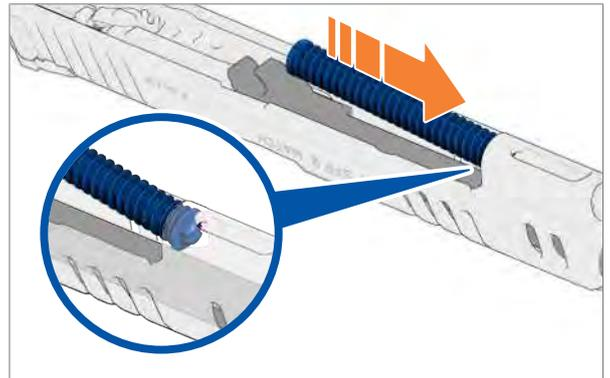

Abb. 64: Schließfeder einsetzen
3. Schließfeder in den Verschluss einsetzen (Abb. 64).